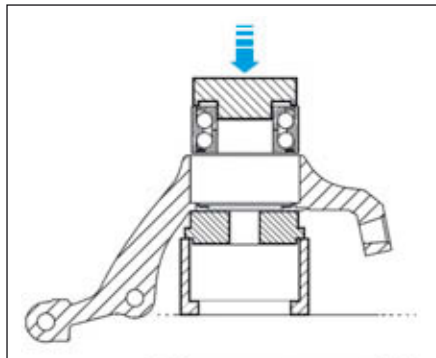

FIG.16
- engager le roulement en prenant appui sur sa bague extérieure avec un mandrin de 79 mm de diamètre intérieur (Fig.16),